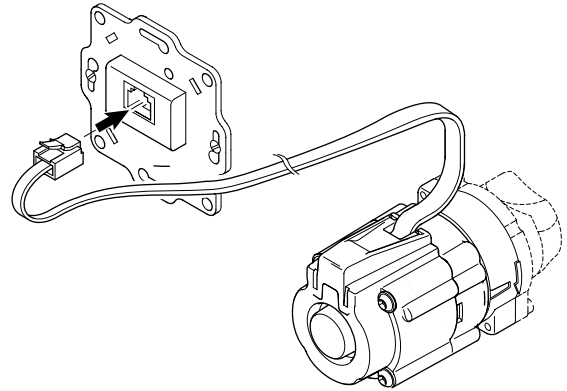

Fig. 16-7: Anschluss Geniax Pumpe an Geniax Pumpenelektronik
- Das an der Pumpe vorhandene, vorkonfektionierte Kabel mit Stecker in den Anschluss der Geniax Pumpenelektronik einstecken (siehe Fig. 16-7). Damit ist die Funktionseinheit „Dezentrale Pumpe“ komplettiert und fertig vorbereitet für die Inbetriebnahme.